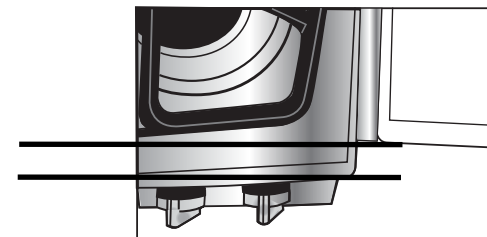

Figura 4
2. Si NO se realizan los cortes de 4 cms y 1.5 cms indicados en la Figura 1, su estufa quedará empotrada con el filo lateral de su estufa totalmente fuera del filo de la cubierta de su cocina (ver Figura 4).
Si su estufa cuenta con las perillas de seguridad iluminadas con luz LED roja/azul, se prenderán con luz LED roja al hacer uso de cualquier quemador (estándar, jumbo, triple flama) indicando así la función de encendido y automáticamente las demás perillas se prenderán con luz LED azul (quemadores que no estén en uso). (Figura 4). Al apagar todos los quemadores las perillas también se apagarán.